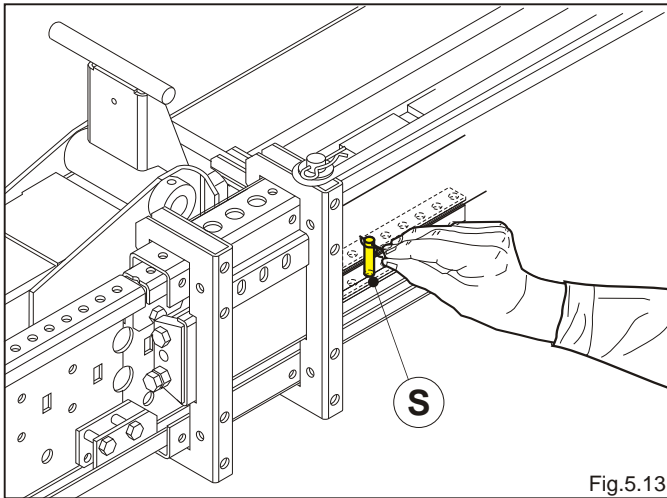

Fig.5.13
- Stifte **S** wieder hineinstecken (Abb.5.13).